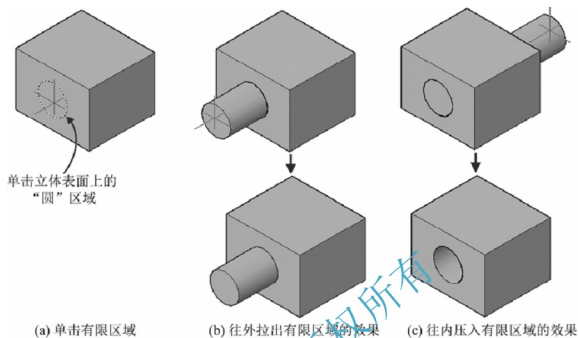

图 11-38 使用按住并拖动命令
(1) 可以按住或拖动以下任一类型的有边界区域：
- ① 可以通过以零间距公差拾取点来填充的区域；
- ② 由交叉共面和线性几何体(包括边和块中的几何体)围成的区域；
- ③ 具有共面顶点的闭合多段线、面域、三维面和二维实体的面；
- ④ 由与三维实体的面共面的几何图形(包括二维对象和面的边)封闭的区域。
(2) 拖动时可以输入距离，正值，将增大实体体积或尺寸(效果等同图 11-38(b))；负值将减少实体体积或尺寸(效果等同图 11-38(c))。